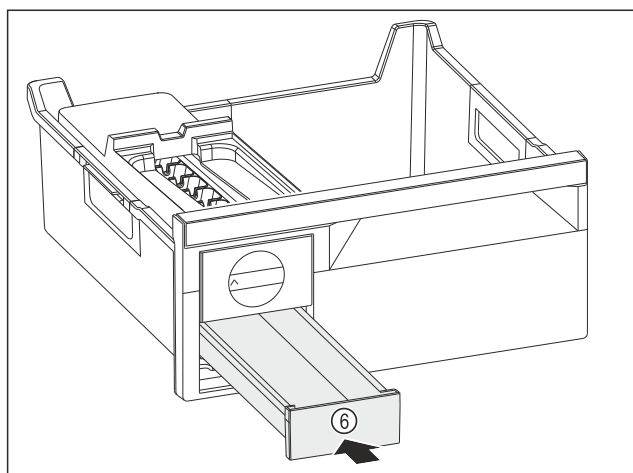

Fig. 96
- ▶ Ijsblokjesvak Fig. 96 (6) inschuiven.